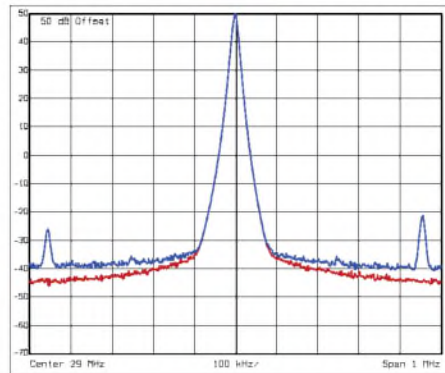
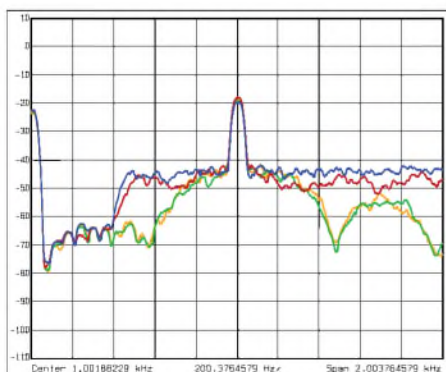

Bild 12: Senderrauschen des IC-7200 auf 29 MHz (blau), zum Vergleich das Eigenrauschen des R&S-Analysators (rot)
Bild 13: Wirkung der DSP bei angenehmem Ausgangspegel und einem Empfänger-Eingangspegel von -120 dBm; blau ohne DSP, rot Stellung 4, grün 10, orange 15
Bild 13 zeigt die Wirkung der Geräuschverminderung (NR). Wie bei dieser Funktion üblich, lässt sich ein Absinken des Nutzsignals feststellen, was aber in der Darstellung von Bild 12 ausgeglichen wurde. Je nach Stellung der NR-Stufe ist in bestimmten Frequenzbereichen ein Absinken des Rauschens von nahezu 30 dB festzustellen. Die Wirkung der NR ist in den Stellungen 1 bis 10 an stärksten.
Bild 13 macht auch deutlich, dass das Rauschen in der NR-Stellung 15 im Ver-
Beim Sender gesellt sich zum Phasenrauschen additives Rauschen des Senderzugs, was dazu führt, dass in 200 kHz Abstand nur -125dBc/Hz (blaue Kurve) erreicht werden (s. Bild 12). Die rote Kurve zeigt das eigene Phasenrauschen des Analysators. Es liegt an dieser Stelle etwa 3 dB unter dem Rauschen des IC-7200, was den Messwert um maximal 3 dB verschlechtert. Wir messen also mit -128 dBc/Hz im 200-kHz-Abstand auf dem Sesignal ein um 7 dB höheres Rauschen als über das reziproke Mischen des Empfängers. Auf Kurzwellen wirkt sich allerdings das Senderrauschen aufgrund des hohen atmosphärischen Rauschens und des üblichen QRN außer bei Multisender-Betrieb nicht negativ aus. Auch bei Transverterbetrieb ist Vorsicht geboten, was in diesem Zusammenhang auch für den Empfänger gilt (reziprokes Mischen).